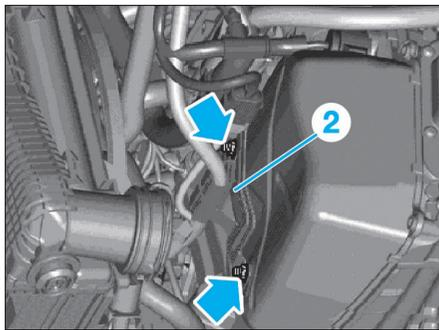

FIG. 7
- Déposer les vis (flèches) puis le support (2) (Fig.7).